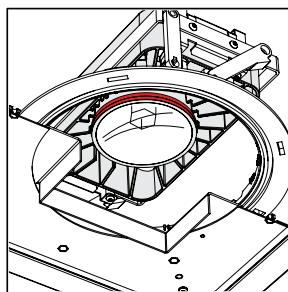

fig. 17
- c. Para colocar la óptica en la posición de regresión reducida, tire de la misma directamente hacia abajo. El motor de luz se bloqueará magnéticamente en su lugar (consulte la fig. 17).